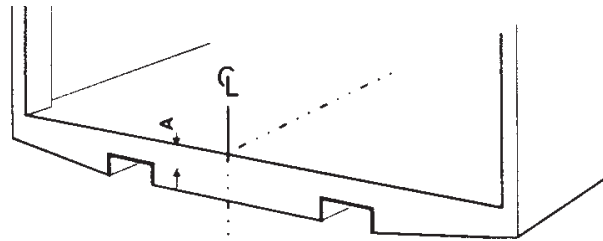

Bild 26. Mät ut och markera mittpunkten på fordonets bakbalk
1. Mät ut och markera mittpunkten på fordonets bakbalk. Se Bild 26.